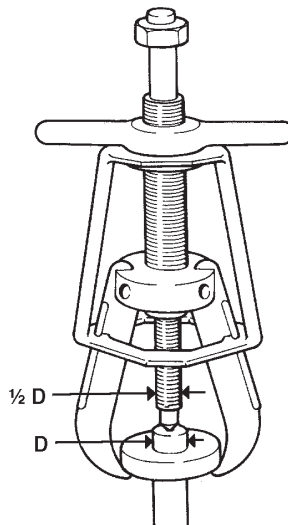

Figure 2 – Diamètre du boulon central par rapport à celui de l'arbre
- Le diamètre du boulon central de l'extracteur mécanique doit être au moins égal à la moitié de celui de l'arbre dont l'objet doit être extrait. (voir la figure 2.)